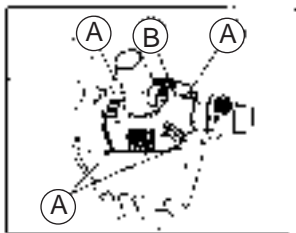

Figura 1
Bombas de agua para jardinería WG 2000, 3000, 5000 y 7000: Utilizar un destornillador Philips (cabeza en cruz) para desmontar los 4 tornillos (A) que sujetan la cubierta del motor (B) Figura 1).